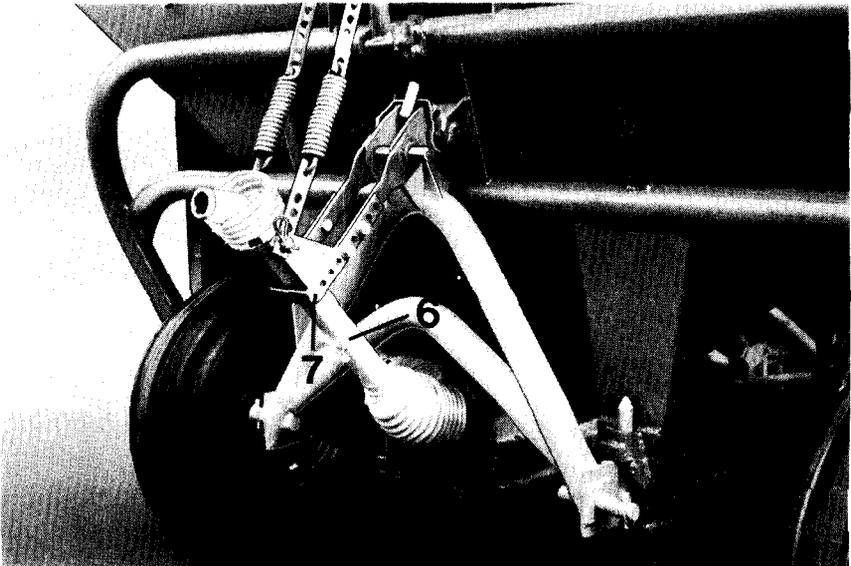

Fig. 5
3. Beim Abstellen der Maschine Gelenkwelle (Fig. 5/6) in den Mitnehmerbügel (Fig. 5/7) legen, um diese zu schützen. Hierzu sind die beiden Gelenkwellenhälften auseinanderzuziehen, in den Bügel zu legen und wieder zusammenzustecken.